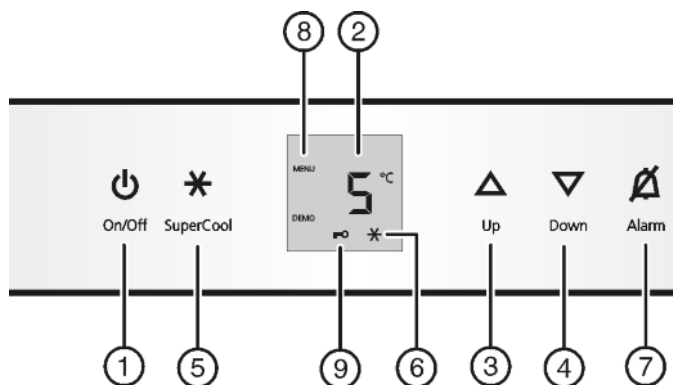

Fig. 2
- ▶ nacisnąć przycisk On/Off Fig. 2 (1).
- ▶ Aktywacja trybu regulacji: Nacisnąć i przytrzymać przycisk SuperCool Fig. 2 (5) przez ok. 5 s.
- ▶ W celu włączenia zabezpieczenia przed dziećmi krótko nacisnąć przycisk SuperCool Fig. 2 (5). Jeżeli wskaźnik wskazuje c.
- ▶ W celu wyłączenia zabezpieczenia przed dziećmi krótko nacisnąć przycisk SuperCool Fig. 2 (5).
- ▷ Świeci symbol zabezpieczenia przed dziećmi Fig. 2 (9). Na wskaźniku miga c.
- ▷ Symbol zabezpieczenia przed dziećmi Fig. 2 (9) gaśnie. Na wskaźniku miga c.
- ▶ Dezaktywacja trybu regulacji: nacisnąć przycisk On/Off Fig. 2 (1).
- ▶ Nacisnąć przycisk Alarm Fig. 2 (7).
- ▶ Ustawianie wyższej temperatury: nacisnąć przycisk ustawiania Up Fig. 2 (3).
- ▶ Ustawianie niższej temperatury: nacisnąć przycisk ustawiania Down Fig. 2 (4).
- ▶ krótko nacisnąć przycisk SuperCool Fig. 2 (5).
- ▷ Na wskaźniku świeci symbol SuperCool Fig. 2 (6).
- ▷ Na wskaźniku gaśnie symbol SuperCool Fig. 2 (6).